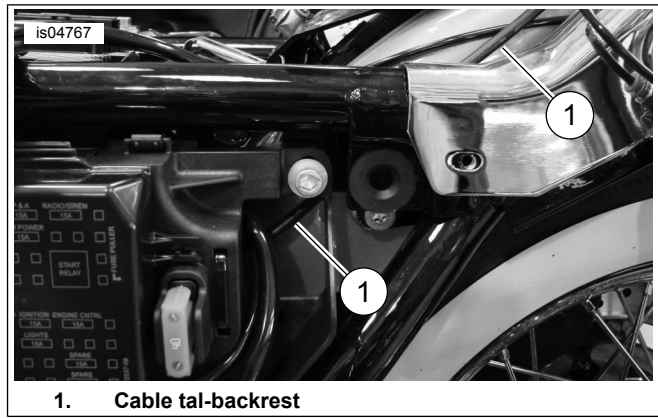

Figura 10. Mgħodija tal-Cable tal-Backrest
15. Ara Figura 10 . Għaddi l-cable (1) bejn il-kompartiment tal-batterija u l-fjus/kaxxa tal-elettriku. Jista' jkun hemm il-bżonn li tillaxxa l-kaxxa tal-elettriku biex iddaħħal tajjeb il-cable bejn il-frame u l-kaxxa tal-elettriku. Kompli għaddi l-cable (1) 'il fuq min-naħa ta' wara tal-kaxxa tal-elettriku għal bejn il-frame u l-fender ta' wara, u finalment sal-parti ta' fuq tal-fender ta' wara u l-bracket tal-backrest.
16. Ara Figura 10 . Lesti l-mgħodija tal-cable (1) bejn il-kompartiment tal-batterija u l-fjus/kaxxa tal-elettriku. Jista' jkun hemm il-bżonn li tillaxxa l-kaxxa tal-elettriku biex iddaħħal tajjeb il-cable bejn il-frame u l-kaxxa tal-elettriku. Kompli għaddi l-cable (1) 'il fuq min-naħa ta' wara tal-kaxxa tal-elettriku għal bejn il-frame u l-fender ta' wara, u finalment sal-parti ta' fuq tal-fender ta' wara u l-bracket tal-backrest.